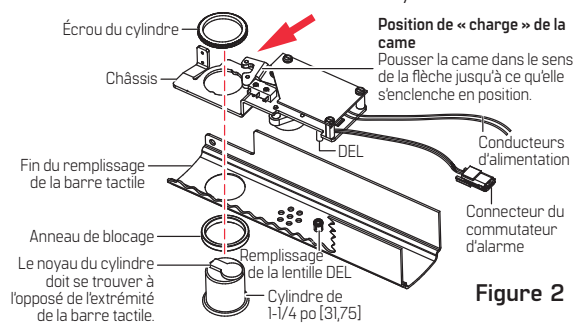

Figure 2
- 2.1 Placer la came en position de « charge », comme indiqué à la fig. 2.